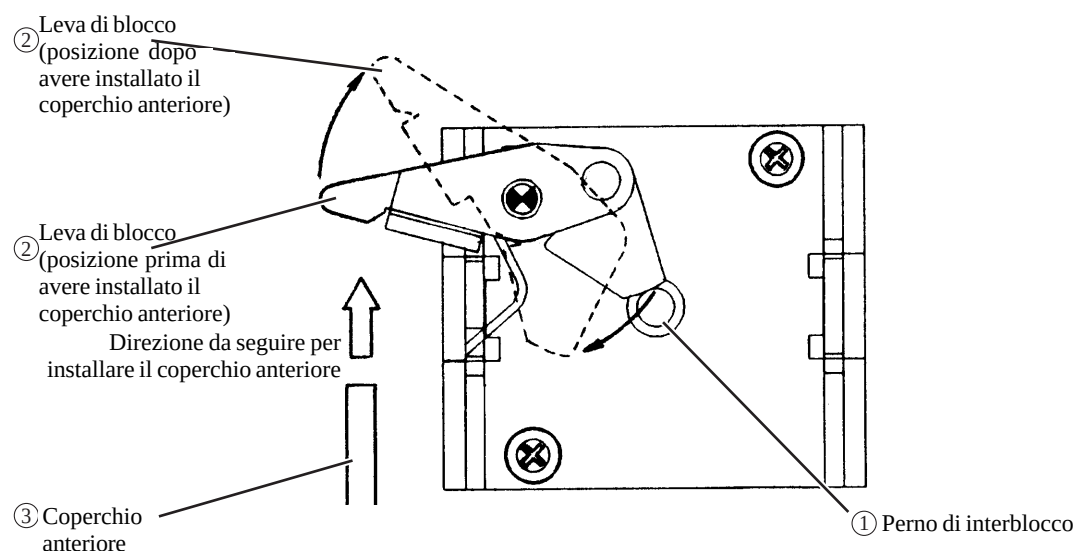

Fig. 27 Meccanismo di blocco della funzione UVT
- 3) Se non si spinge verso il basso il perno di interblocco, quest'ultimo tratterrà la leva di blocco (Fig. 27 ②) impedendole di ruotare e quindi impedendo l'installazione del coperchio anteriore (Fig. 27 ③).